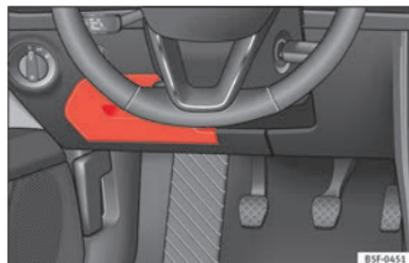

Fig. 100 Sur le tableau de bord côté conducteur : cache du boîtier de fusibles.
• *Ouverture* : rabattez le couvercle vers le bas »» **fig. 100.**